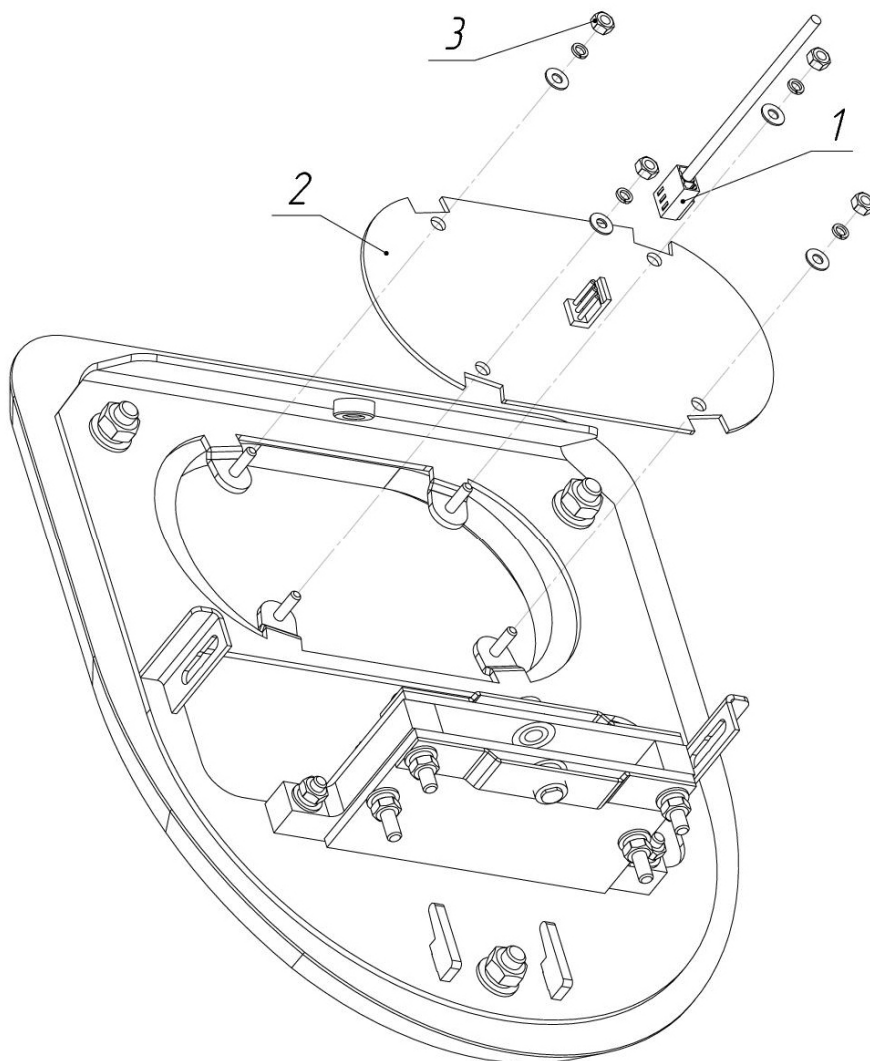

Рис. 8. Схема установки платы индикации
6.2. Отсоедините разъем кабеля (1, рис. 8) от платы индикации (2, рис.8).
6.3. Открутите 4 гайки М3 (3, рис. 8), снимите гроверы и шайбы.